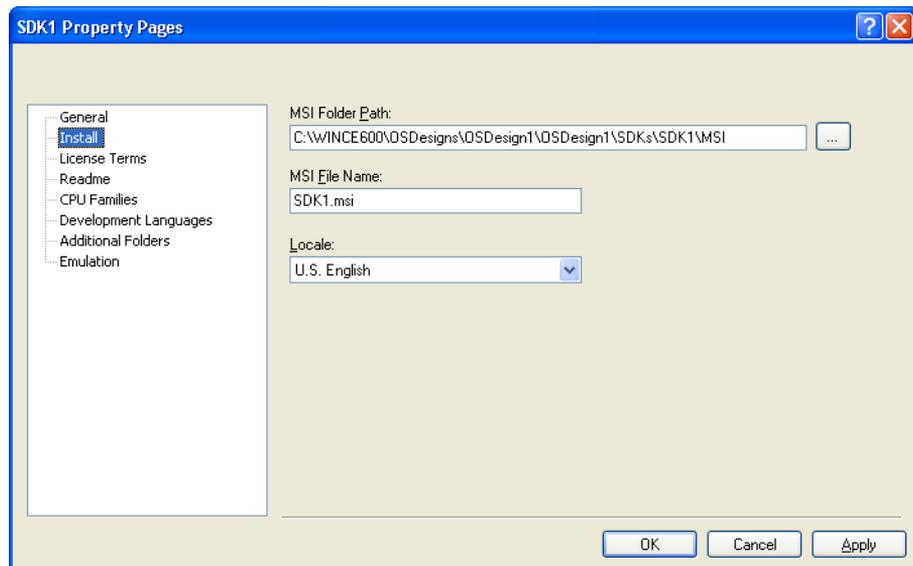

Abbildung 1.7 Dialogfeld **SDK Property Pages**
3. Konfigurieren Sie im Dialogfeld **SDK Property Pages** die allgemeinen Eigenschaften des SDK und definieren Sie den **MSI Folder Path**, **MSI File Name** und **Locale** (siehe Abbildung 1.7). Sie können auch einige benutzerdefinierte Einstellungen festlegen.